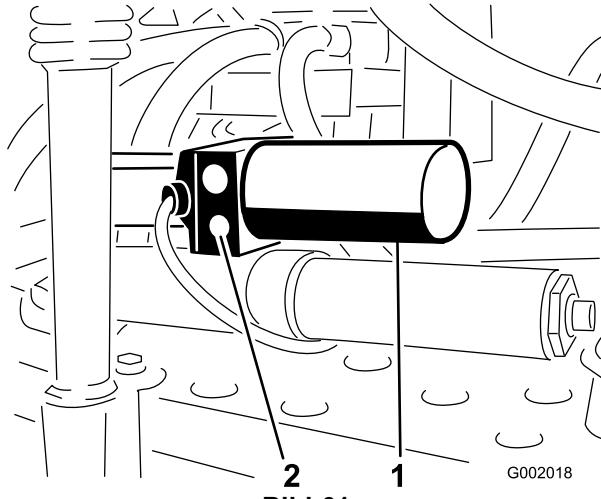

Bild 61
- Ermitteln Sie das manuelle Überdruckventil am Aktuator jedes Auslegers. Das manuelle Überdruckventil ist das kleinste Ventil. Es befindet sich nur an einer Seite des Aktuators (Bild 61).